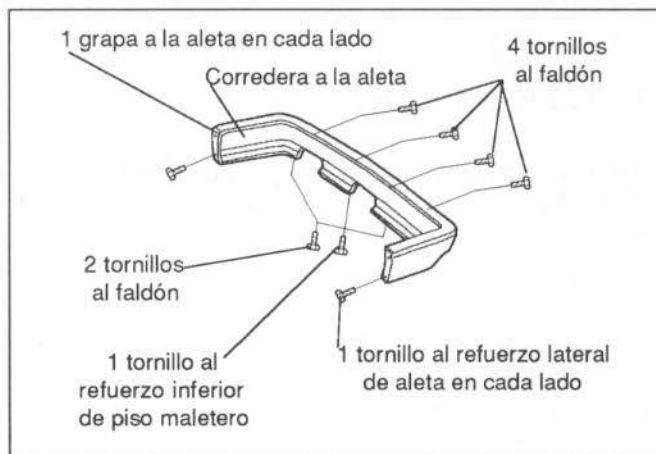

Figura 48.- Fijación del paragolpes trasero
En la figura 48 se muestra la fijación de dicho elemento. El fabricante lo comercializa como pieza de recambio independiente, así como sus guías.
- Paragolpes trasero (figura 48)